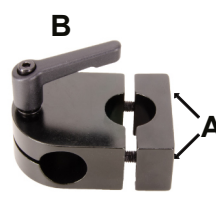
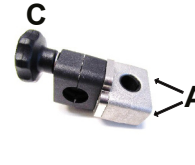

Abb. 2
Abb. 3
- 1 x Halterung für 22 oder 25 mm Rohrdurchmesser (**Abb. 2**) oder
- 1 x Halterung für 19, 20, 23 Rohrdurchmesser (**Abb. 3**)
2. Montieren Sie zunächst die Halterung (je nach Modell **Abb. 2** oder **3**) am Schiebegriff oder der Schiebestange des Rollstuhls. Lösen Sie dafür die Innensechskantschrauben (**A**) mit dem mitgelieferten Sechskantschlüssel, legen Sie die Schelle um das Rollstuhlrohr und ziehen Sie die Schrauben fest. Bei der Halterung für die Modelle 22 und 25 können Sie die Klemmhebelschraube (**B**) bei Bedarf einfetten, um das Festziehen zu erleichtern. Bei der Halterung für die Modelle 19, 20 und 23 (**Abb. 3**) muss die schwarze Gummischeibe, die sich in der Aluminiumschelle befindet, zwischen der Schelle und dem Rollstuhlrohr platziert werden, um ein Verrutschen der Halterung zu verhindern. Ziehen Sie die Schrauben so fest, dass die Halterung sich am Rohr nicht mehr drehen kann. Ziehen Sie die Schrauben nach einigen Tagen noch einmal nach.